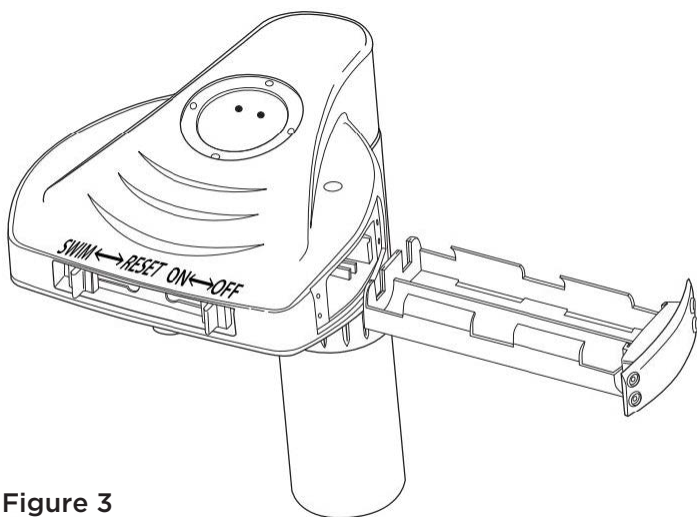

Figure 3
ÉTAPE 4 : Pour installer/remplacer les piles, retirez les quatre vis du couvercle des piles. Reportez-vous à la **Figure 3**. Ne perdez pas les vis. Lorsque les 6 piles alcalines D de longue durée de 1,5 V sont installées, l'alarme émet deux bips sonores. Ensuite, mettez l'interrupteur avant en mode SWIM. L'alarme émet un long signal sonore pour indiquer qu'elle est en mode SWIM. La LED BLANCHE clignote sur le dessus de l'alarme toutes les 20 secondes pour indiquer que l'alarme est en marche, et qu'elle peut être manipulée pendant 3 minutes sans que la sirène ne se déclenche.